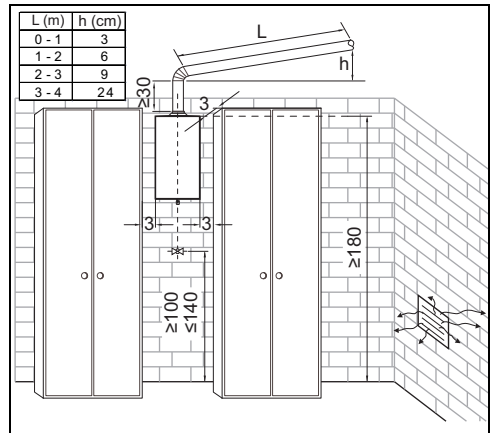

Fig. 19 Distancias mínimas
- Observe las medidas mínimas de instalación indicadas en la Fig. 19.